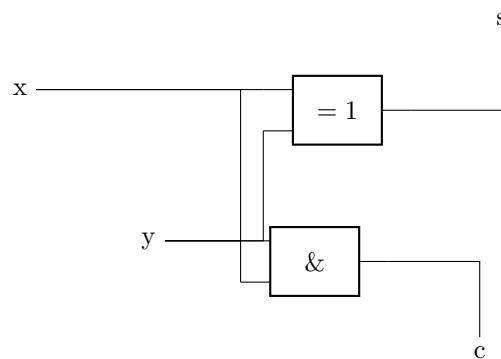

Abbildung 2.1: Halbaddierer
1. Skizzieren Sie den Schaltplan des HA in Abbildung 2.1 gemäß Wahrheitstabelle.